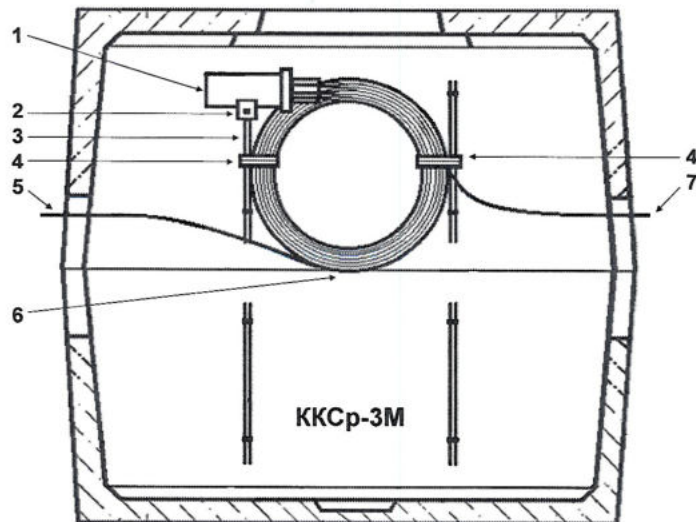

**Рис. 4. Размещение тупиковой муфты и бухты технологического запаса сращиваемых кабелей в колодце ККСр-2:**
4.2.4. Бухту запаса следует формировать так, чтобы она помещалась в промежутке между вертикальными кронштейнами. В нём с допустимым радиусом изгиба помещается бухта запаса при наружном диаметре кабелей до 20 мм. Бухта в вертикальном положении устанавливается между кронштейнов и прикрепляется к консолям и кронштейнам перемычками из стальной проволоки (рис. 4 и 6).